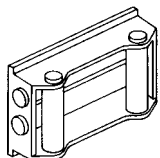

Figure 17
6. Pour réduire de manière importante l'usure du câble pendant les treuillages sur angle, **ÉQUIPEZ LE TREUIL D'UN GUIDE-CÂBLE** (Fig. 17). Les roulements éliminent l'abrasion et le frottement excessif du câble.